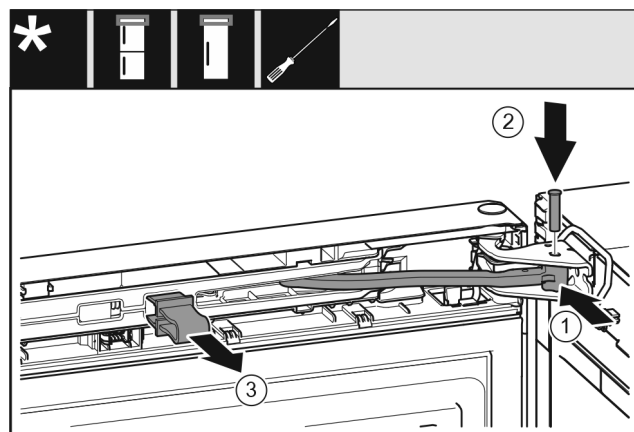

Fig. 43
- Otočte kloub Fig. 43 (1) ve stojanu ložiska.
- Vložte čep Fig. 43 (2) do stojanu ložiska a kloubu. Přitom dávejte pozor, aby byla zajišťovací vačka správně usazena v drážce.
- Pojistku Fig. 43 (3) vytáhněte.